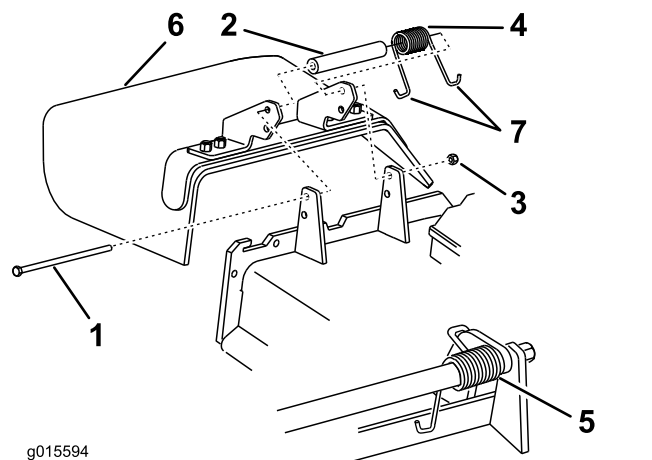

Figura 109
1. Retire a porca de bloqueio, o parafuso, a mola e o espaçador que fixam o defletor aos apoios de articulação (Figura 109).
2. Se o defletor de relva estiver danificado ou gasto, retire-o (Figura 109).
**Nota:** Certifique-se de que a extremidade em J da mola está montada por trás da extremidade da plataforma antes de colocar o parafuso como se mostra na Figura 109.
6. Coloque a extremidade em gancho J da mola em torno do defletor de relva (Figura 109).